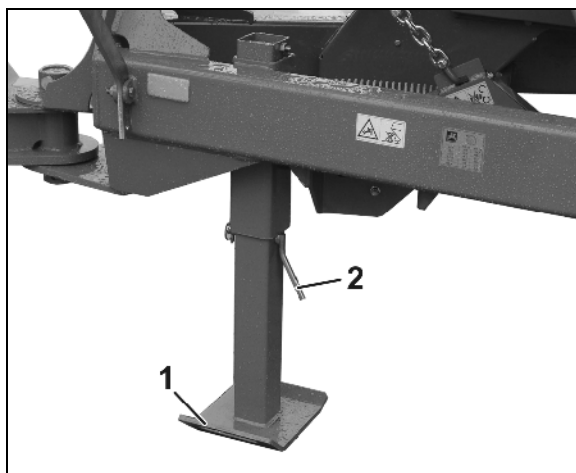

Bild 55
1. Håll fast stödfoten (Bild 55/1) och ta ur sprinten (Bild 55/2).